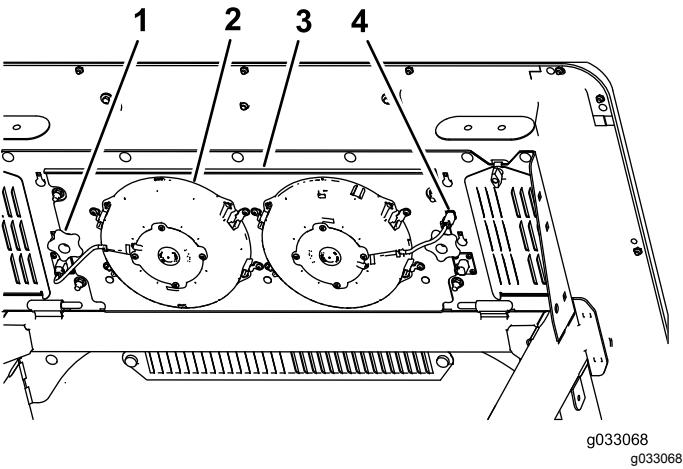

Figura 54
- 2. Linguetta (4)
- 3. Scollegate la spina e il cavo delle ventole dalla presa (Figura 54).
- 4. Rimuovete le 2 manopole che fissano il gruppo del pannello della ventola e le ventole al sottoscocca della parte superiore della cabina (Figura 54) e rimuovete il gruppo.